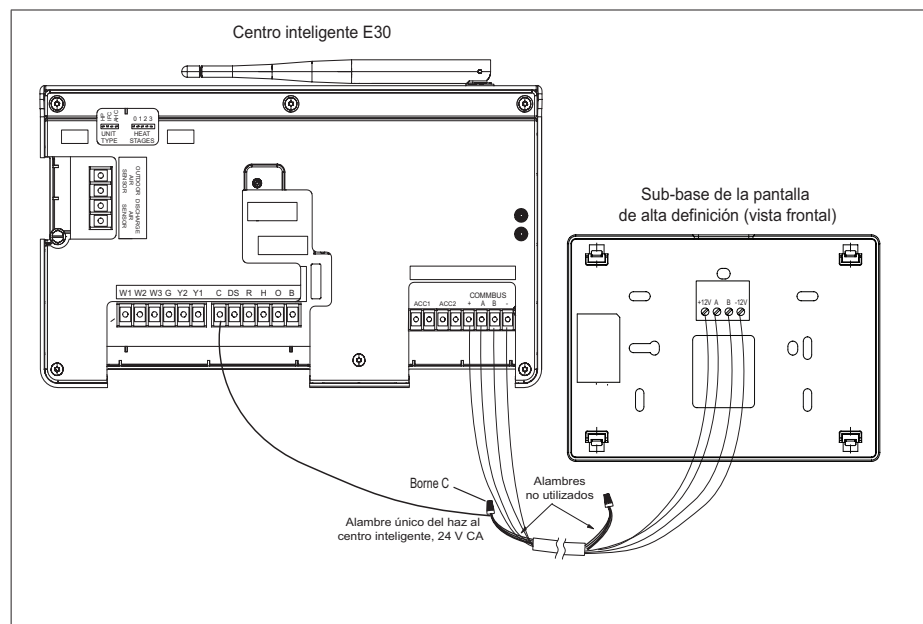

Figura 5. Terminación del cableado del termostato (ruido eléctrico)
- Utilice tuercas de alambre para juntar los alambres no usados en cada extremo del cable. Entonces un solo alambre debe conectarse al extremo de la unidad interior del haz de alambres y conectarse a los bornes "C" como se muestra en la "Figura 5. Terminación del cableado del termostato (ruido eléctrico)" en la página 8.